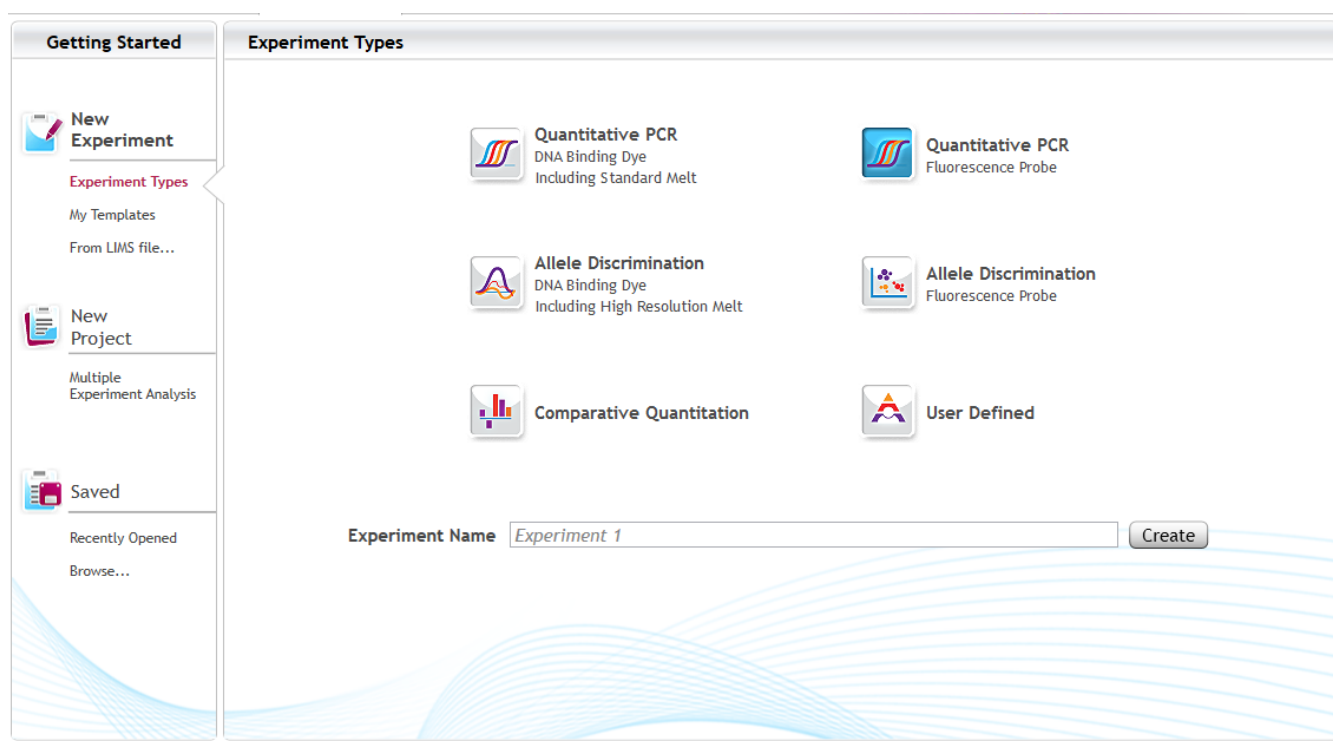

Figura 2 Schermata introduttiva Aria: selezione di **Quantitative PCR, Fluorescence Probe**
- 3 Al centro della schermata, selezionare **Quantitative PCR, Fluorescence Probe**, come mostrato nella **Figura 2**.